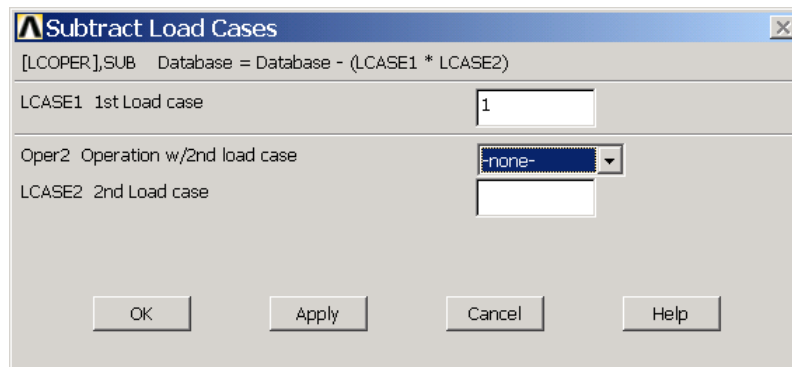

图6.52 荷载工况数据运算
(1) 假设已经将读入了荷载工况 2。单击 Main Menu>General Postproc>Load Case>Subtract 菜单，弹出如图 6.52 所示的【Subtract Load Cases】对话框。